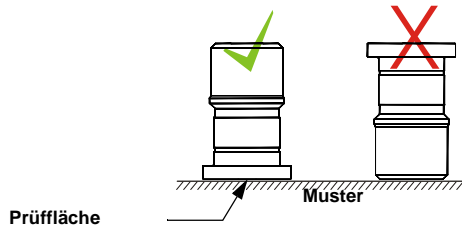

Abbildung 1. Aufkleben des Prüfstempels auf Prüffläche
1. Bestimmen Sie eine Prüffläche (Abbildung 1).
5. Drücken Sie den Prüfstempel ca. 10 Sekunden lang auf die Testfläche (Abbildung 1).